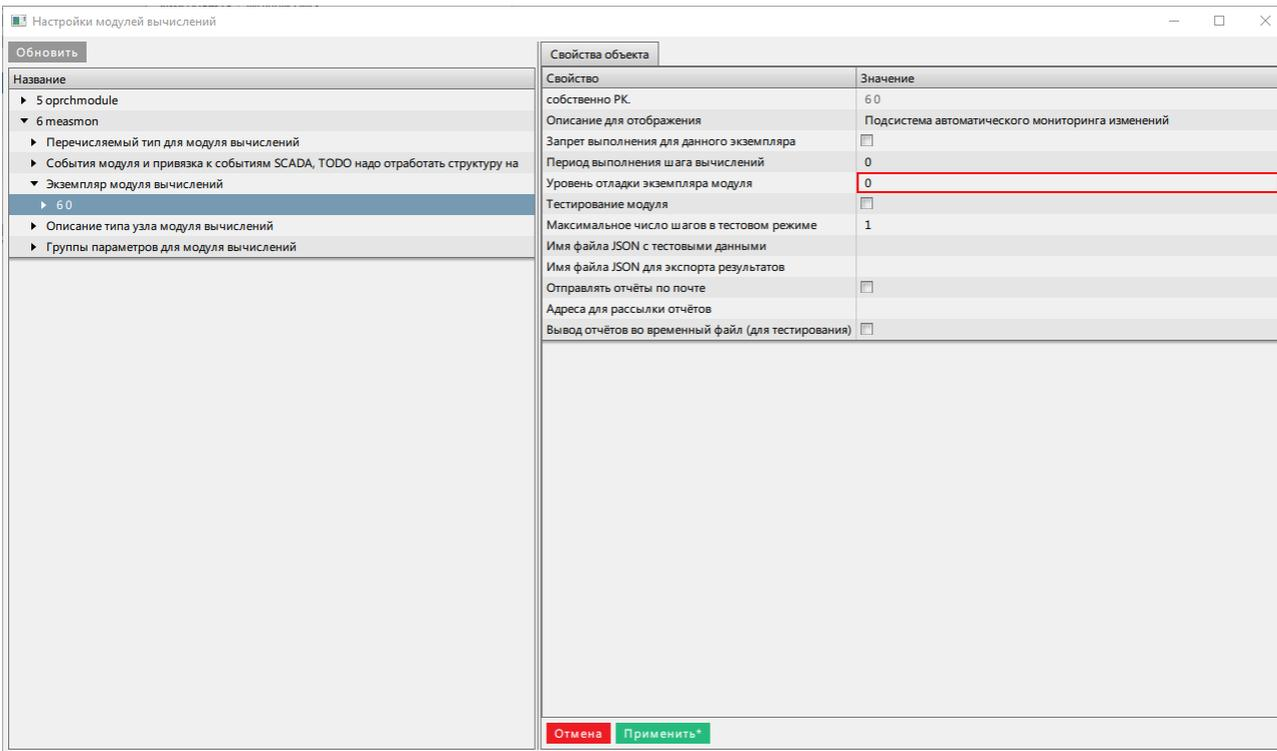

Рисунок 427 - Уровень отладки экземпляра модуля
- Выставьте значение от 0 до 2 для строки **Уровень отладки экземпляра модуля** (Рисунок 427). Чем выше значение, тем подробнее будут отладочные сообщения в log-файле Redkit-Service.